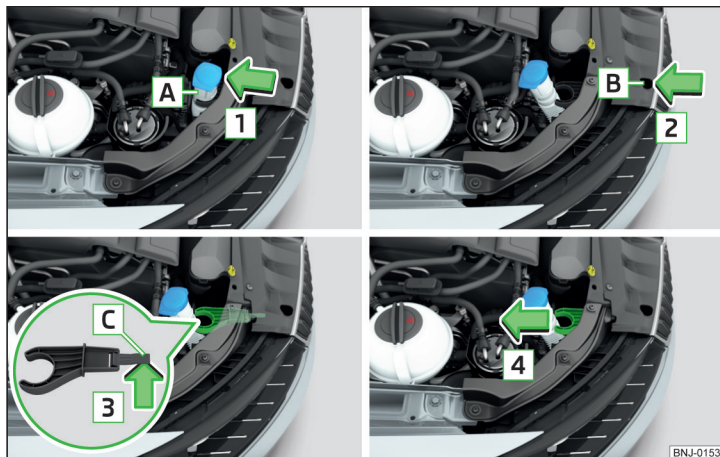

Fig. 205 Smontaggio del supporto del manicotto del serbatoio acqua di lavaggio
- Allentare il manicotto del serbatoio **A** dal supporto in direzione della freccia **1** » fig. 205.
- Inserire il supporto del manicotto del serbatoio nel senso opposto a quello indicato dalla freccia **4** » fig. 205.